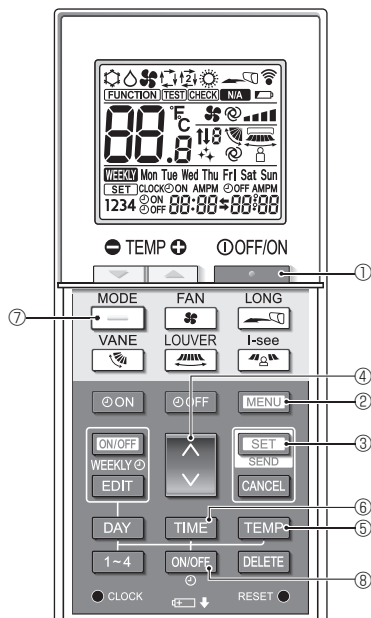

Fig. 6-5
1. Appuyez sur la touche [STOP] ① pour arrêter le climatiseur.
2. Appuyez sur la touche [SET] ③ dans les 5 secondes. L'écran de réglage du modèle s'affiche.
3. Appuyez sur la touche [ ] ⑦. Le mode de fonctionnement Ⓐ clignote. (Fig. 6-5)
4. Appuyez sur la touche ⬆️ ④ pour changer le n° de réglage.
5. Vérifiez que le n° de réglage "6" est affiché et que Ⓐ ne clignote qu'en mode de fonctionnement Ⓐ, puis appuyez sur la touche [SET] ③ dans les 5 secondes.